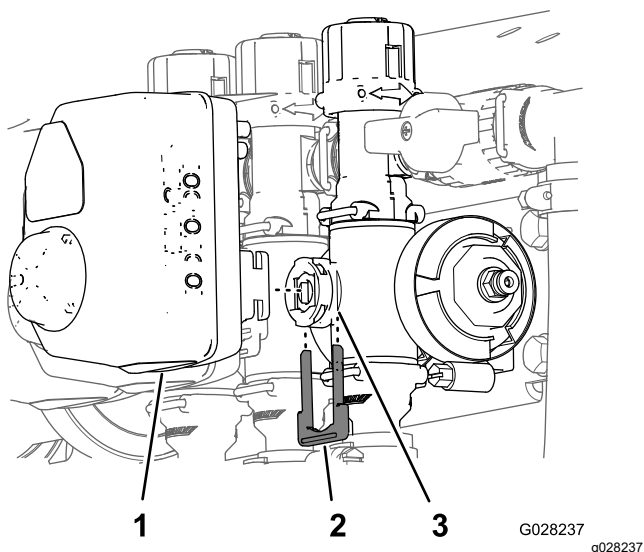

图 13
1. 取下将致动器固定至喷洒臂段阀或搅拌阀歧管阀的卡环图 13。
8. 使用之前拆下的卡环将在 图 13 中卸下的提升器安装到歧管阀上。